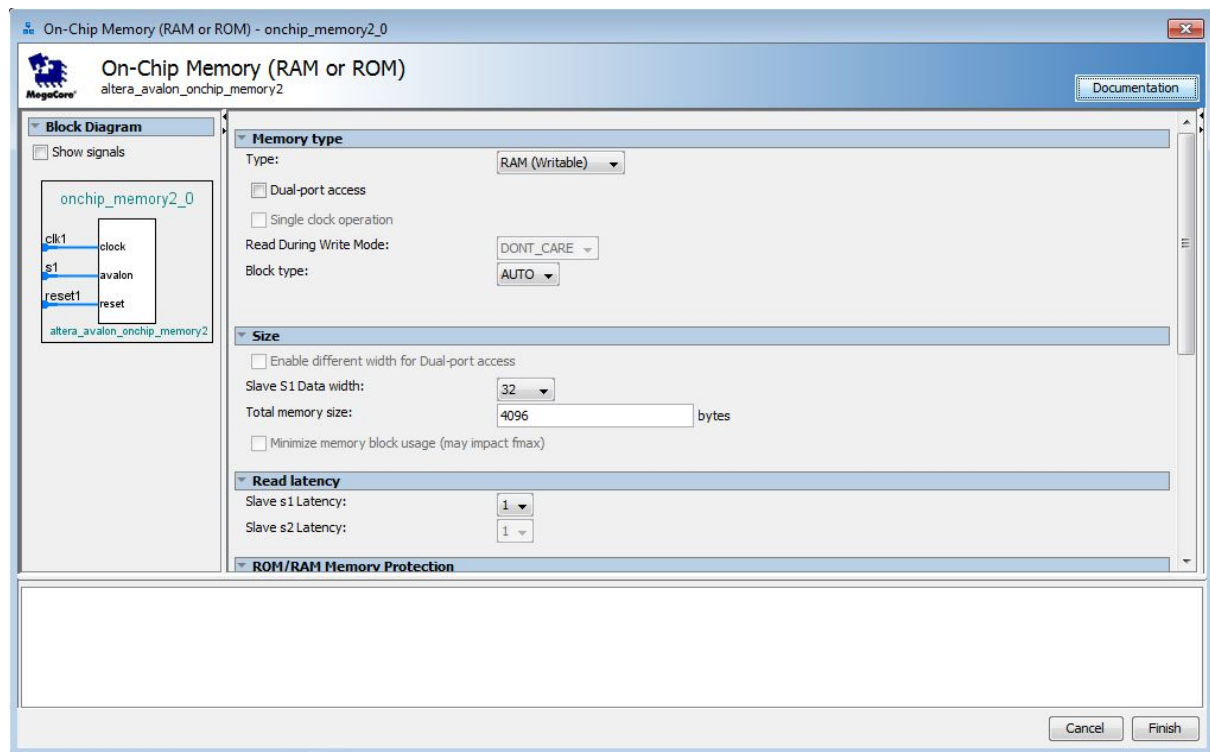

Figura 8: Configurações da memória on-chip.
- Na janela de configuração da Memória On-Chip, exibida na Figura 8, garanta que o tamanho da Data seja de 32 bits e o total de tamanho da memória 4K bytes (4096 bytes).
- Clique em *Finish*, retornando assim a tela principal do Qsys como indicado na Figura 8.